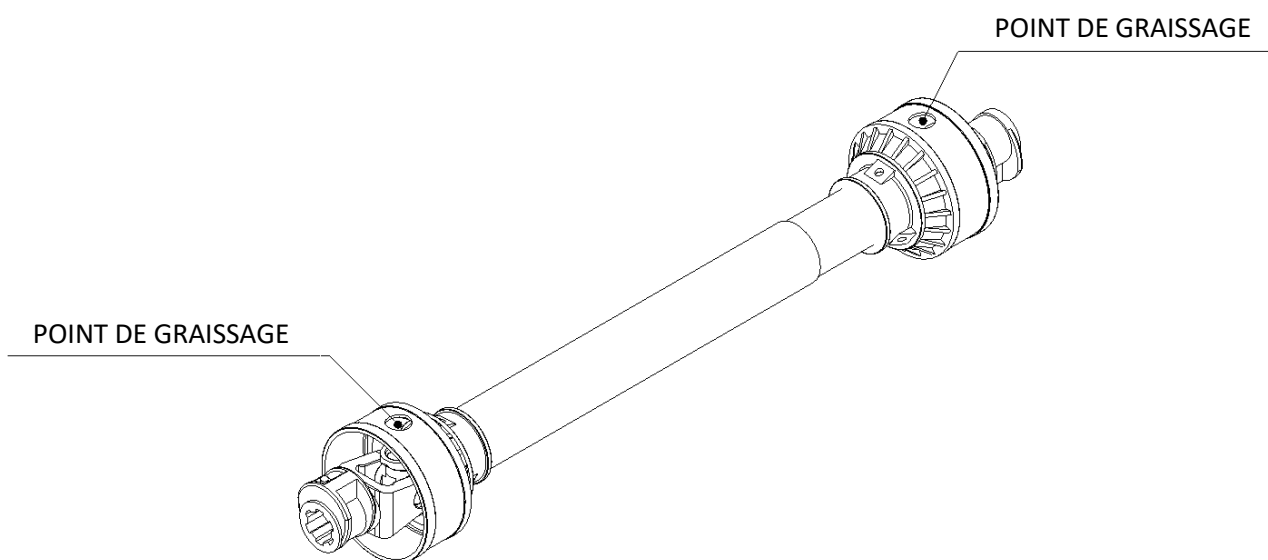

Figure 8.2 - Exemple de transmission à cardan
- **Arbre à cardan** : L'arbre à cardan (*figure 8.2*) est l'un des composants que vous devez vérifier chaque jour où vous travaillez avec la machine et, dans ce cas particulier, lubrifier correctement aux mêmes intervalles.